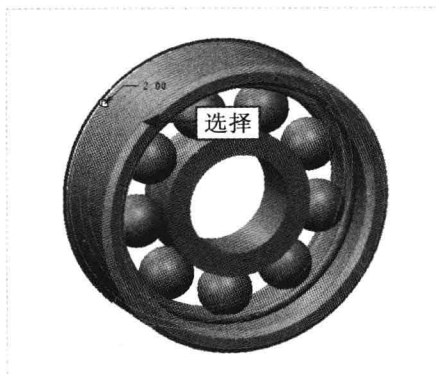

图 17-31 选择倒角边 1
Step 09 按【Enter】键确认，按住【Ctrl】键的同时，在绘图区选择合适的倒角边，如图 17-31 所示。